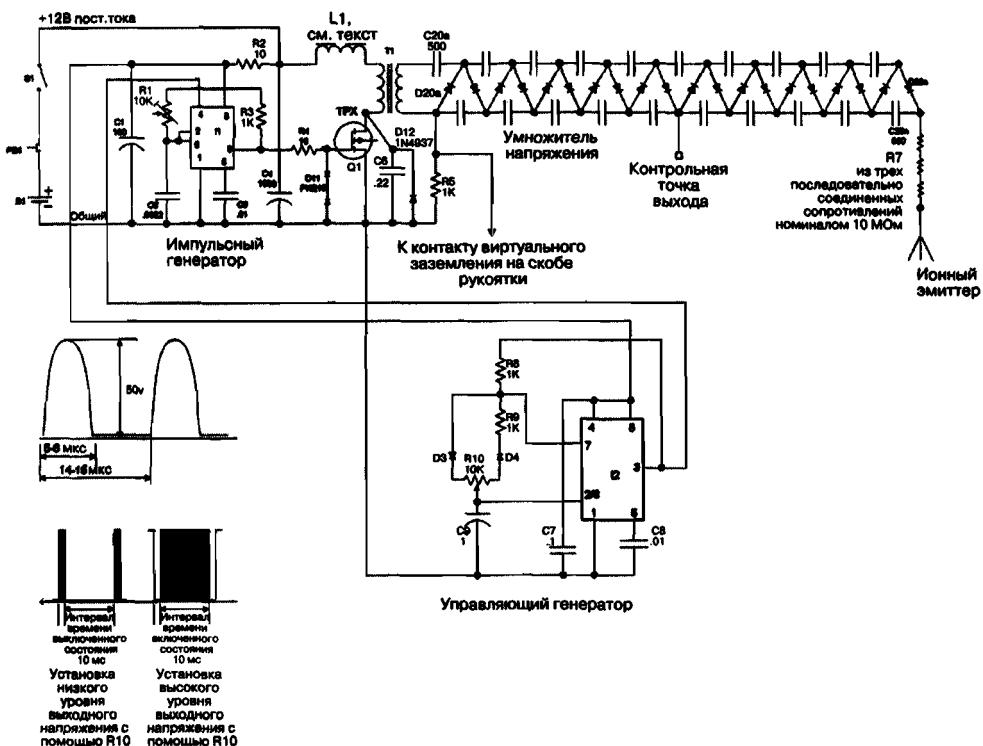

Рис. 22.2. Принципиальная схема ионного лучевого пистолета
Вашему ионному лучевому пистолету потребуется высокое напряжение постоянного тока при очень малом токе нагрузки. Первичный источник напряжения, показанный на рис. 22.2, вырабатывает более 600 мК (600 мА/с). Это очень большое количество зарядов частиц-ионов, и его достаточно для нанесения удара на расстоянии, заряжания предметов, а также выполнения массы необычайных электрических экспериментов. Хотя ток небольшой, случайный контакт с устройством может вызвать безвредный, но болезненный удар.
Выходное напряжение запускающего генератора вырабатывается умножителем напряжения Кокрофта Валтона с 4–10 каскадами умножения. Схема умножителя напряжения названа по имени ученого, который изобрел наиболее популярную схему источника высокого напряжения. Она была использована в первом ускорителе ядерных частиц на заре атомной эры – в тридцатых годах двадцатого столетия. В схеме (см. рис. 22.2) используется 10 каскадов умножения, а в другой подобной схеме (см. рис. 1.2) – 5 каскадов умножения. Количество этих каскадов умножения определяется требуемым высоковольтным напряжением для конкретного устройства. На первую секцию умножителя необходимо подать высокое напряжение повышенной частоты, что обеспечивается трансформатором T1, вырабатывающим на вторичной обмотке высокое напряжение 6–8 кВ частотой около 30 кГц. Этот трансформатор является собственной разработкой фирмы Information Unlimited. По сравнению с вырабатываемой им мощностью это компактный и легкий компонент, так как работает на повышенной частоте 30 кГц.
5. Включите питание и вращением оси резистора R1 настройте его для достижения формы волны (см. рис. 22.2). Искровой разрядник может срабатывать ранее необходимого времени, поэтому его необходимо отрегулировать на величину, соответствующую моменту перед срабатыванием. Обычно это 25–30 кВ.